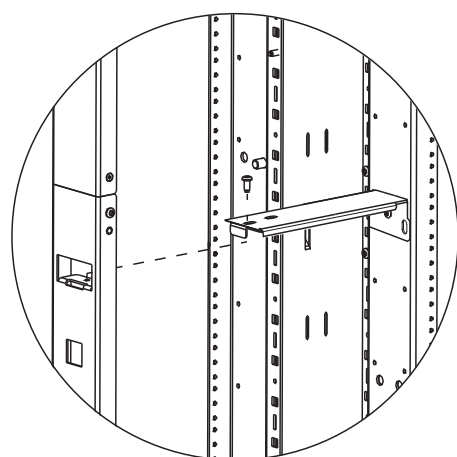

図 3
2. 固定用ブラケットフランジをエンドパネルチャンネルに挿入して、エンドパネルチャンネルを固定用ブラケットに取り付けます。M6 ネジ 1 個でそれぞれ固定します。図 3 を参照してください。